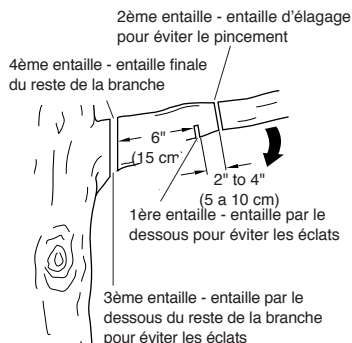

Figure 17 - Coupe d'une branche
1. Faire la première entaille à 15 cm (6 po) du tronc, sur le dessous de la branche. Utiliser le haut de la guide-chaîne pour faire cette entaille. Couper sur 1/3 du diamètre de la branche. (voir la Figure 17.)